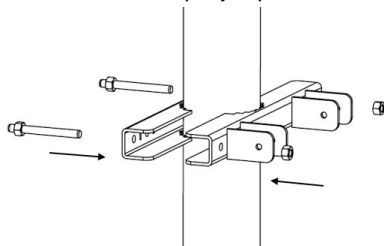

Рисунок 5 – установка кронштейна под рейку 4 и ответного кронштейна 3
1. Закрепить верхнюю пару кронштейнов: кронштейн под рейку 4 и кронштейн ответный 3 вокруг опоры с помощью крепежного комплекта М10 (рисунок 5). Кронштейн под рейку должен быть направлен на север.
2. Закрепить нижнюю пару кронштейнов: кронштейн под рейку 4 и кронштейн ответный 3 вокруг опоры с помощью крепежного комплекта М10 (рисунок 5). Кронштейн под рейку должен быть направлен на юг. Нижнюю пару кронштейнов жестко не фиксировать, т.к. необходима дальнейшая регулировка по высоте.
3. Установить рейку 5 на верхний кронштейн под рейку 4 крепежным комплектом М8. Затянуть болты таким образом, чтобы рейка 5 свободно вращалась в кронштейне под рейку 4 (рисунок 5).
4. Установить рейку 5 на нижний кронштейн под рейку 4 крепежным комплектом М8. Затянуть болты таким образом, чтобы рейка 5 свободно вращалась в кронштейне под рейку 4 (рисунок 5).